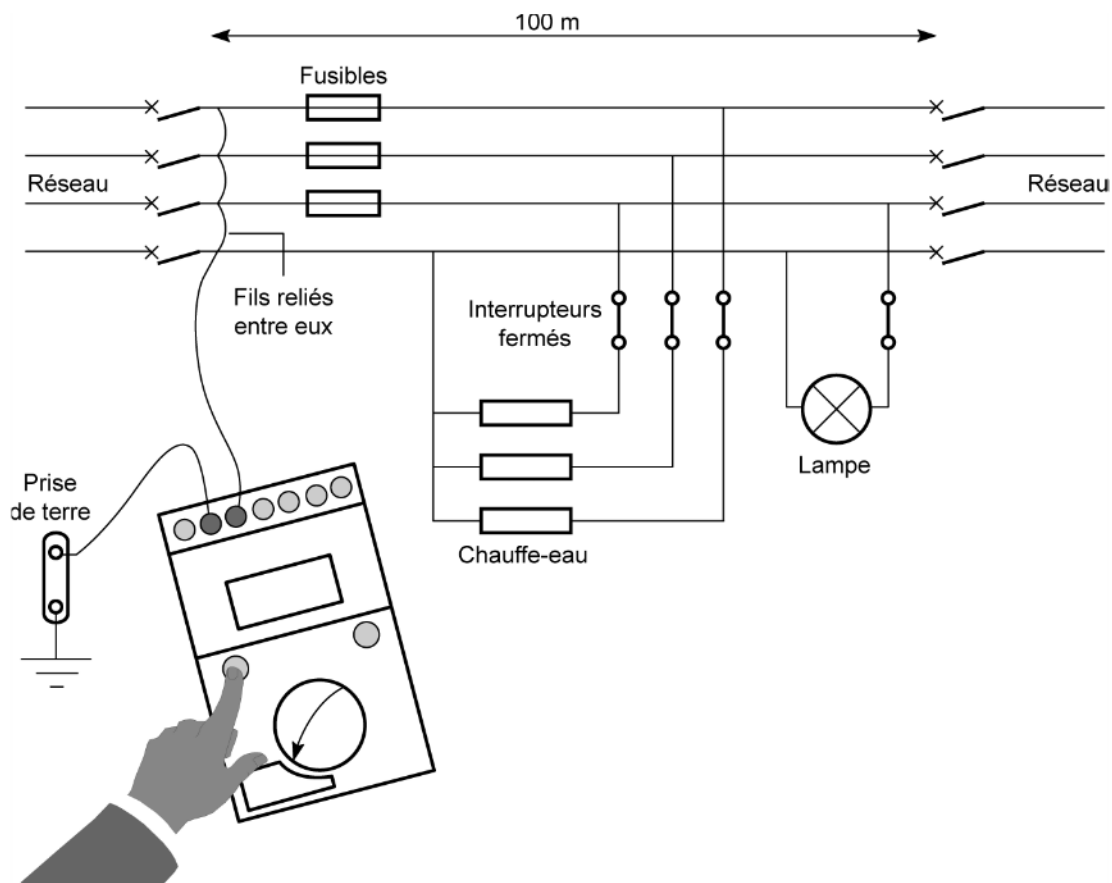

Figure 6.1 – Mesure de l'isolement par rapport à la terre.
- Le raccorder selon la figure 6.1.